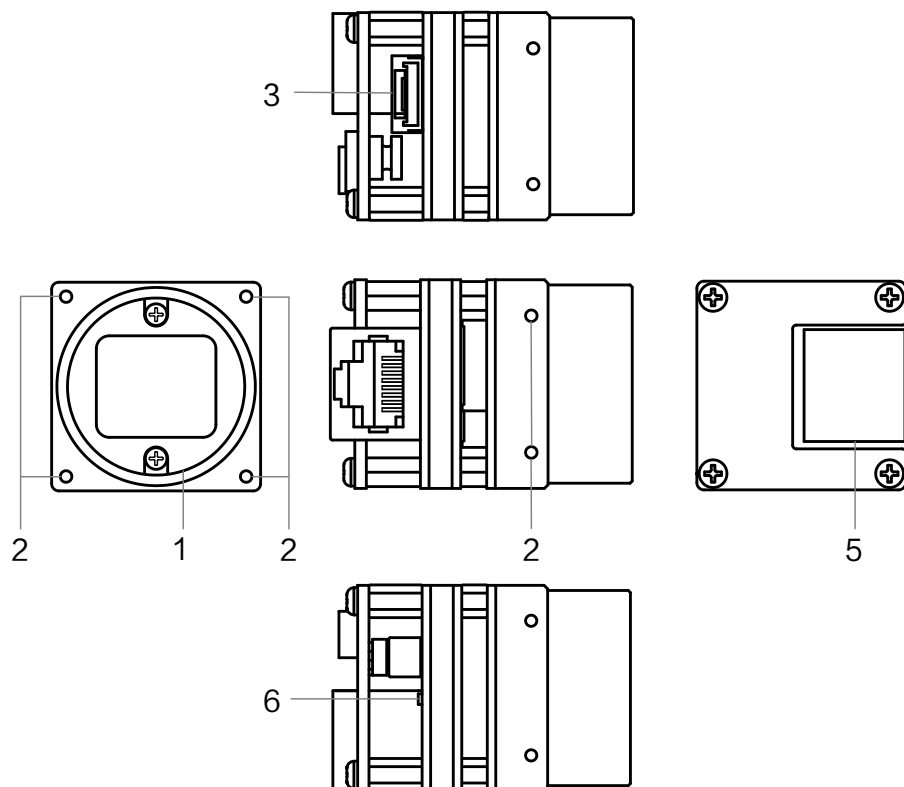

图4-1 C 口前盖，RJ45 网口相机外观
- 图 4-1 为 C 口前盖，RJ45 网口结构的相机外观。